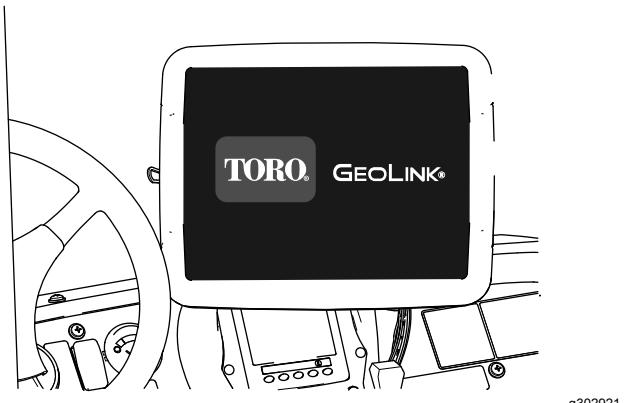

図 155
- 制御コンソールグラフィックスと文字が表示される図 155。